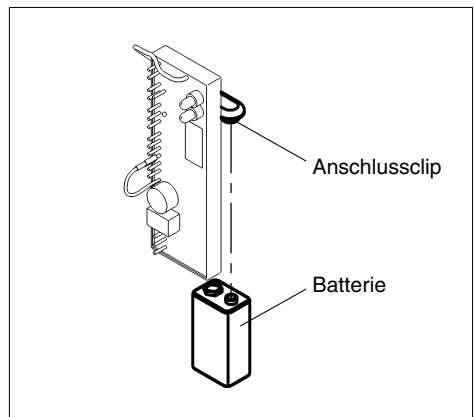

Abb. 4: Batteriewechsel
- Batterie hinter der elektrischen Schaltung von dem Anschlussclip der Anschlussleitung lösen (siehe Abb. 4).